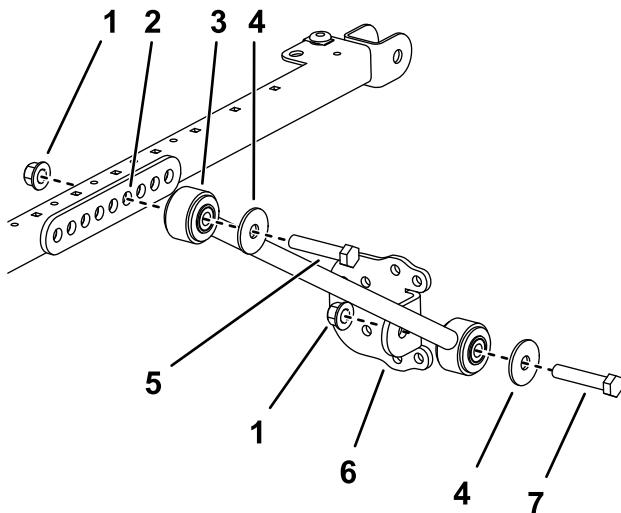

図 48
- サンシェードのフレームの左右それぞれの側で、ブレース取り付け部の 4 番目の穴に延長リンクを仮止めするボルト $\frac{1}{2} \times 2\frac{3}{4}$ " 2 本、フランジナット $\frac{1}{2}$ " 2 個を使用して図 48 のように取り付ける。
6. 各ブレースに、ブレースブラケットを仮止めするボルト $\frac{1}{2} \times 2\frac{1}{2}$ "、ワッシャ $\frac{1}{2}$ "、フランジナット $\frac{1}{2}$ "を使用し、図 48 のように取り付ける。